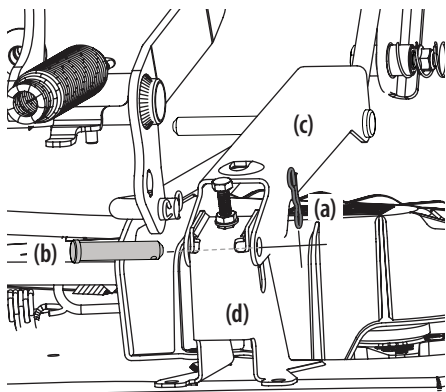

Figure 45
- a. Retirez les deux goupilles papillon (a) des axes de chape (b) qui fixent les supports du bras de levage (c) aux supports de levage du plateau arrière (d) sur le plateau. Retirez les axes de chape (b). Consultez la Figure 45.